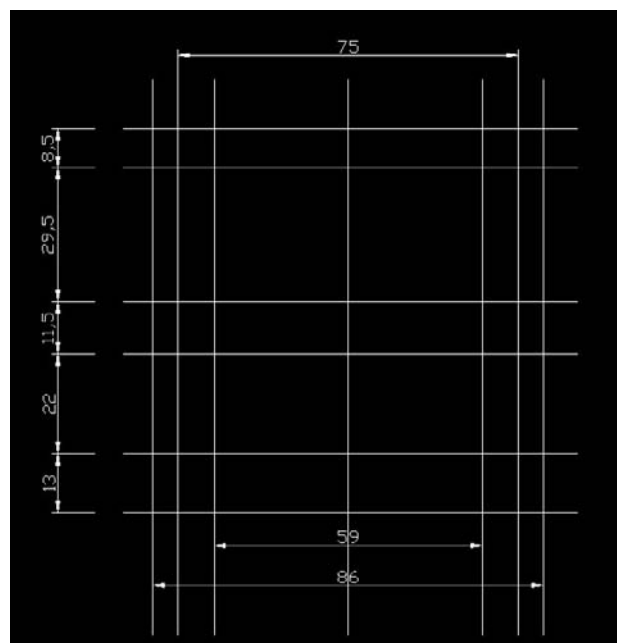

Fig.18.32
- [1] Tracez une grille pour définir les dimensions principales du verre (fig.18.32).